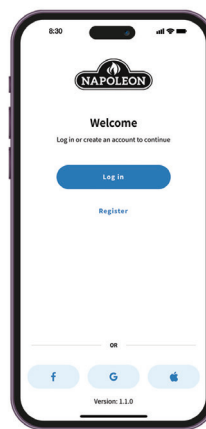

Fig. 1
1. Registre uma conta no **Napoleon Home App** OU faça login usando suas informações do Facebook, Google ou Apple. (Fig. 1)